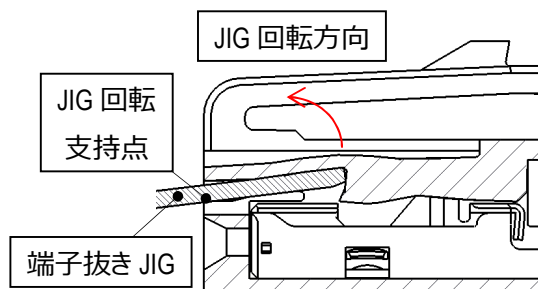

図 40.端子抜き JIG 使用イメージ
- ③端子抜き JIG 先端が樹脂ランス先端に突き当たったら引き抜き JIG を図 40 の方向に天井に当たるまで軽く回転させ、樹脂ランスを持ち上げます。その状態を維持したまま、メス端子の電線を水平に引張して下さい。
- ④メス端子引き抜き途中で、抜きにくさを感じた場合、無理に引き抜こうとせず、引き抜き JIG の挿入位置・深さは適切か等確認の上、再度最初から作業を実施して下さい。